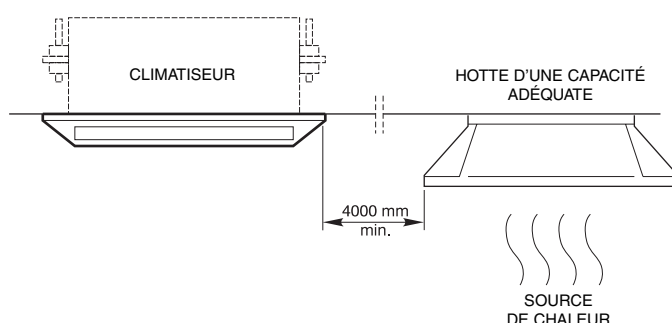

Fig. 2
- L'unité interne doit être installée à l'abri des sources de chaleur, gaz inflammables et cuisines (fig. 2).